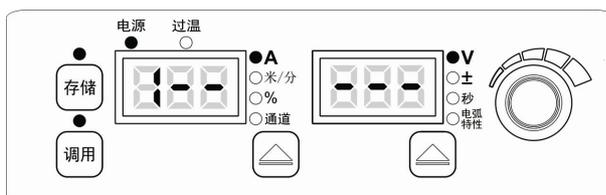

图3-23 新密码设置界面
3. 在新密码设置界面下，数码管显示“1- - - -”，如图 3-23 所示，调节焊接电源面板旋钮，逐位输入新密码并按调用键确认。